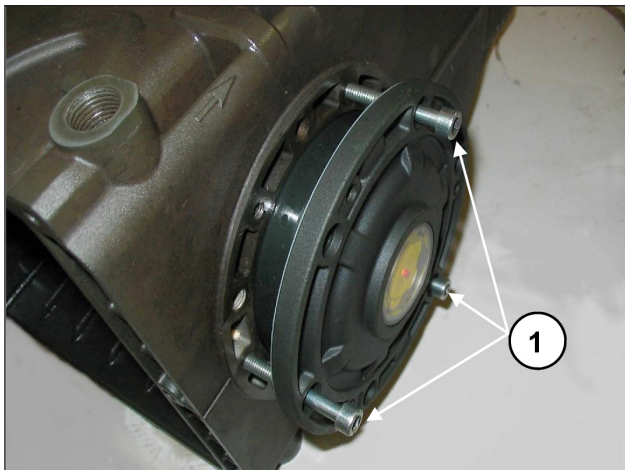

Fig. 8
Per facilitare l'imbocco del primo tratto ed il relativo inserimento dei coperchi sul carter, si consiglia l'utilizzo di N° 3 viti M6 x 40 parzialmente filettate, (Fig. 8, pos. ①) per poi completare l'operazione con le viti in dotazione (M6x18).
Per l'avvicinamento dei due coperchi laterali al carter si possono utilizzare N° 3 viti M6x40 per una prima fase di orientamento, come indicato in Fig. 8 e le viti previste per il fissaggio finale.